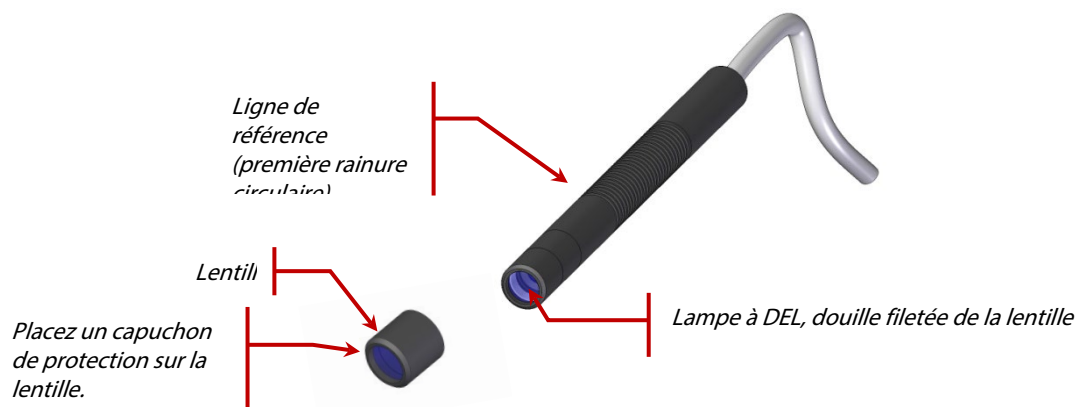
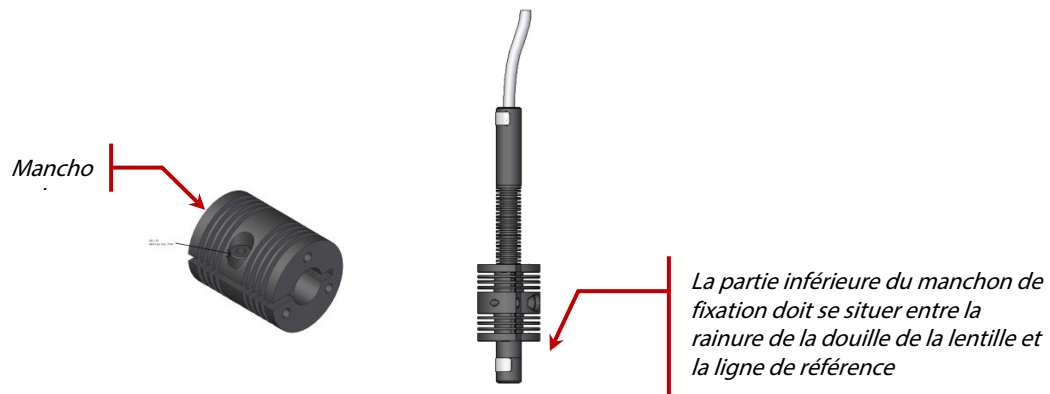

Figure 4 Connexion lentille/lampe à DEL
Figure 5 Position recommandée du manchon de fixation
6. Installez le manchon de fixation fourni au dispositif existant en utilisant les 3 trous de vis filetés en unités de mesure métrique ou les 3 trous de vis filetés en unités de mesure impériale. Les deux faces planes du support d'installation sont marquées pour identifier si les filetages sont en unités métrique ou impériale. Même s'il est possible de placer le manchon de fixation dans n'importe quelle position sur la lampe, il est recommandé, pour une dissipation maximale de la chaleur pour des performances optimales, de placer le manchon de fixation sur la lampe comme illustré sur la Figure 5.
8. Fixez la lentille appropriée et retirez le capuchon de protection. Pour retirer le capuchon, tirez sur la pointe du capuchon, ne faites pas tourner la lampe à DEL ou le capuchon. Lorsque vous ne l'utilisez pas, réinstallez le capuchon en maintenant la pointe du capuchon et en le repoussant sur la lampe. Cela permet d'éviter toute contamination de la lentille lorsque la lampe n'est pas utilisée pendant plus d'une journée. Voir Figure 4.
de sorte que sa partie inférieure se situe entre la rainure de la douille de la lentille et la ligne de référence (la première rainure circulaire) sur le corps de la lampe. Voir Figure 4 et Figure 5.
Tout en maintenant la lampe solidement, dévissez la douille de la lentille, puis remplacez-la avec la lentille de remplacement souhaitée. Voir Figure 4.